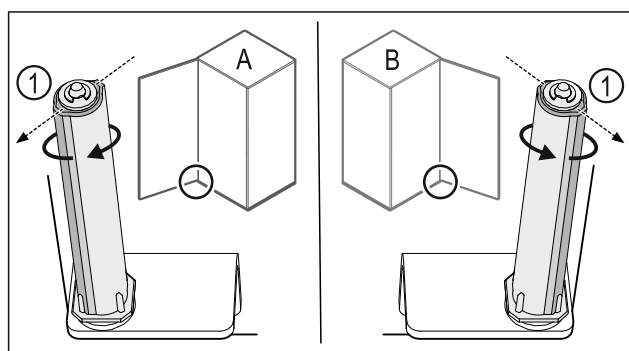

Fig. 30 Vänsterhängd (A)/högerhängd (B)
- Vrid låssystemet mot motståndet, tills låssystemets klack Fig. 30 (1) är vänd utåt.